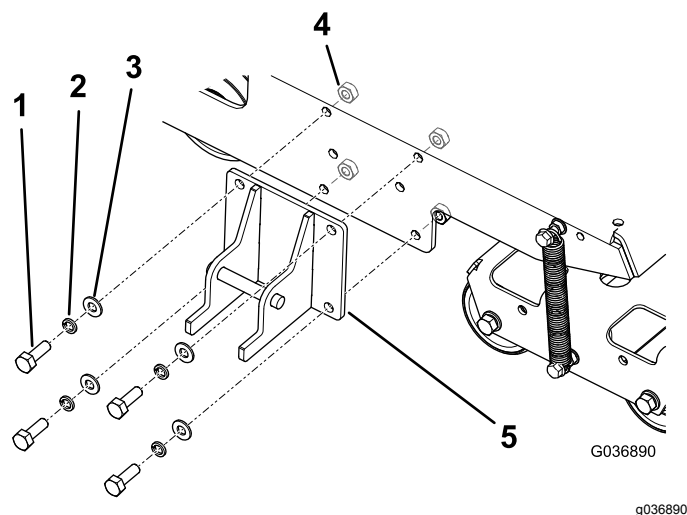

Bild 4
- Montieren Sie die Arretierhalterung am Rahmen der Maschine, wie in Bild 4 abgebildet.